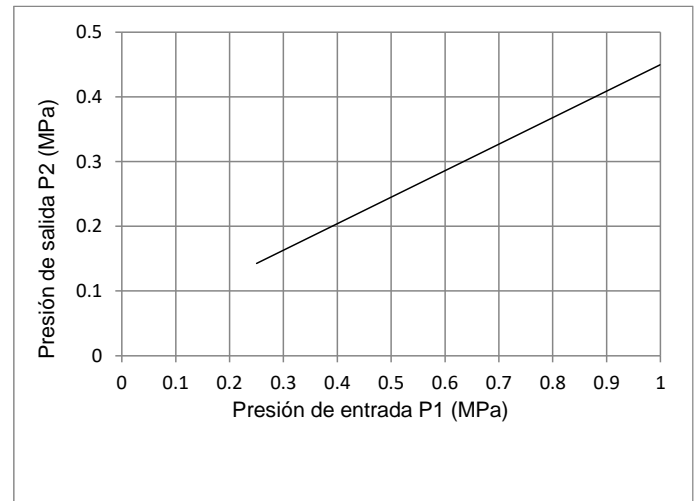

Figura 5. Presión de conmutación (cerrado → abierto) de la válvula de arranque progresivo V2
- En una aplicación de seguridad, el sistema de seguridad de la máquina activará las válvulas de seguridad (V3 y V4 en la Figura 4) cuando sea seguro poner en marcha la máquina. Cuando ambas válvulas estén activadas, el aire fluirá hacia el sistema protegido a través de la conexión 2 (A). Inicialmente, la válvula de regulación V1 limita el flujo de aire y la presión del sistema protegido se mantiene baja mientras el sistema se llena o los actuadores se mueven lentamente. La presión aumentará a medida que se llene el sistema o que los actuadores dejen de moverse. Al aumentar la presión P2 (véase la Figura 5), la válvula V2 conmutará y se puenteará la válvula V1. En esta situación, el aire fluirá hacia el sistema protegido conforme a las figuras de la sección 2.3.